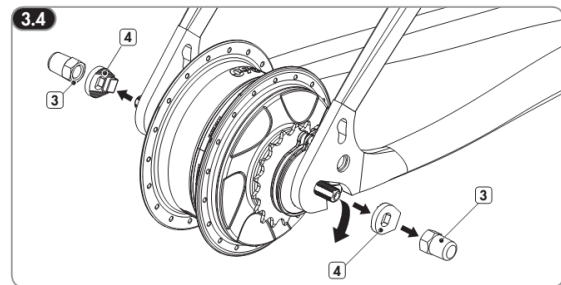

Figure 10 : Retirer les rondelles anti-rotation et écrous
4 - Desserrer et/ou enlever les écrous de roues (3) et les rondelles anti-rotation (4) suivant la Figure 10 - Vous pouvez maintenant enlever la roue arrière.